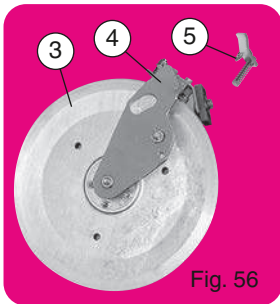

Fig. 56
- 1 roue ③ sur son cadre ④ avec décrottoir et boulonnerie
- 1 taquet d'escamotage ⑤ (fig. 56).
- 1 Rueda ③ con su marco ④ con quitaterrones y tornillería
- 1 Tope de escamoteado ⑤ (fig. 56).
- 1 wheel ③ on its bracket ④ with scraper and bolts
- 1 retracting latch ⑤ (fig. 56)